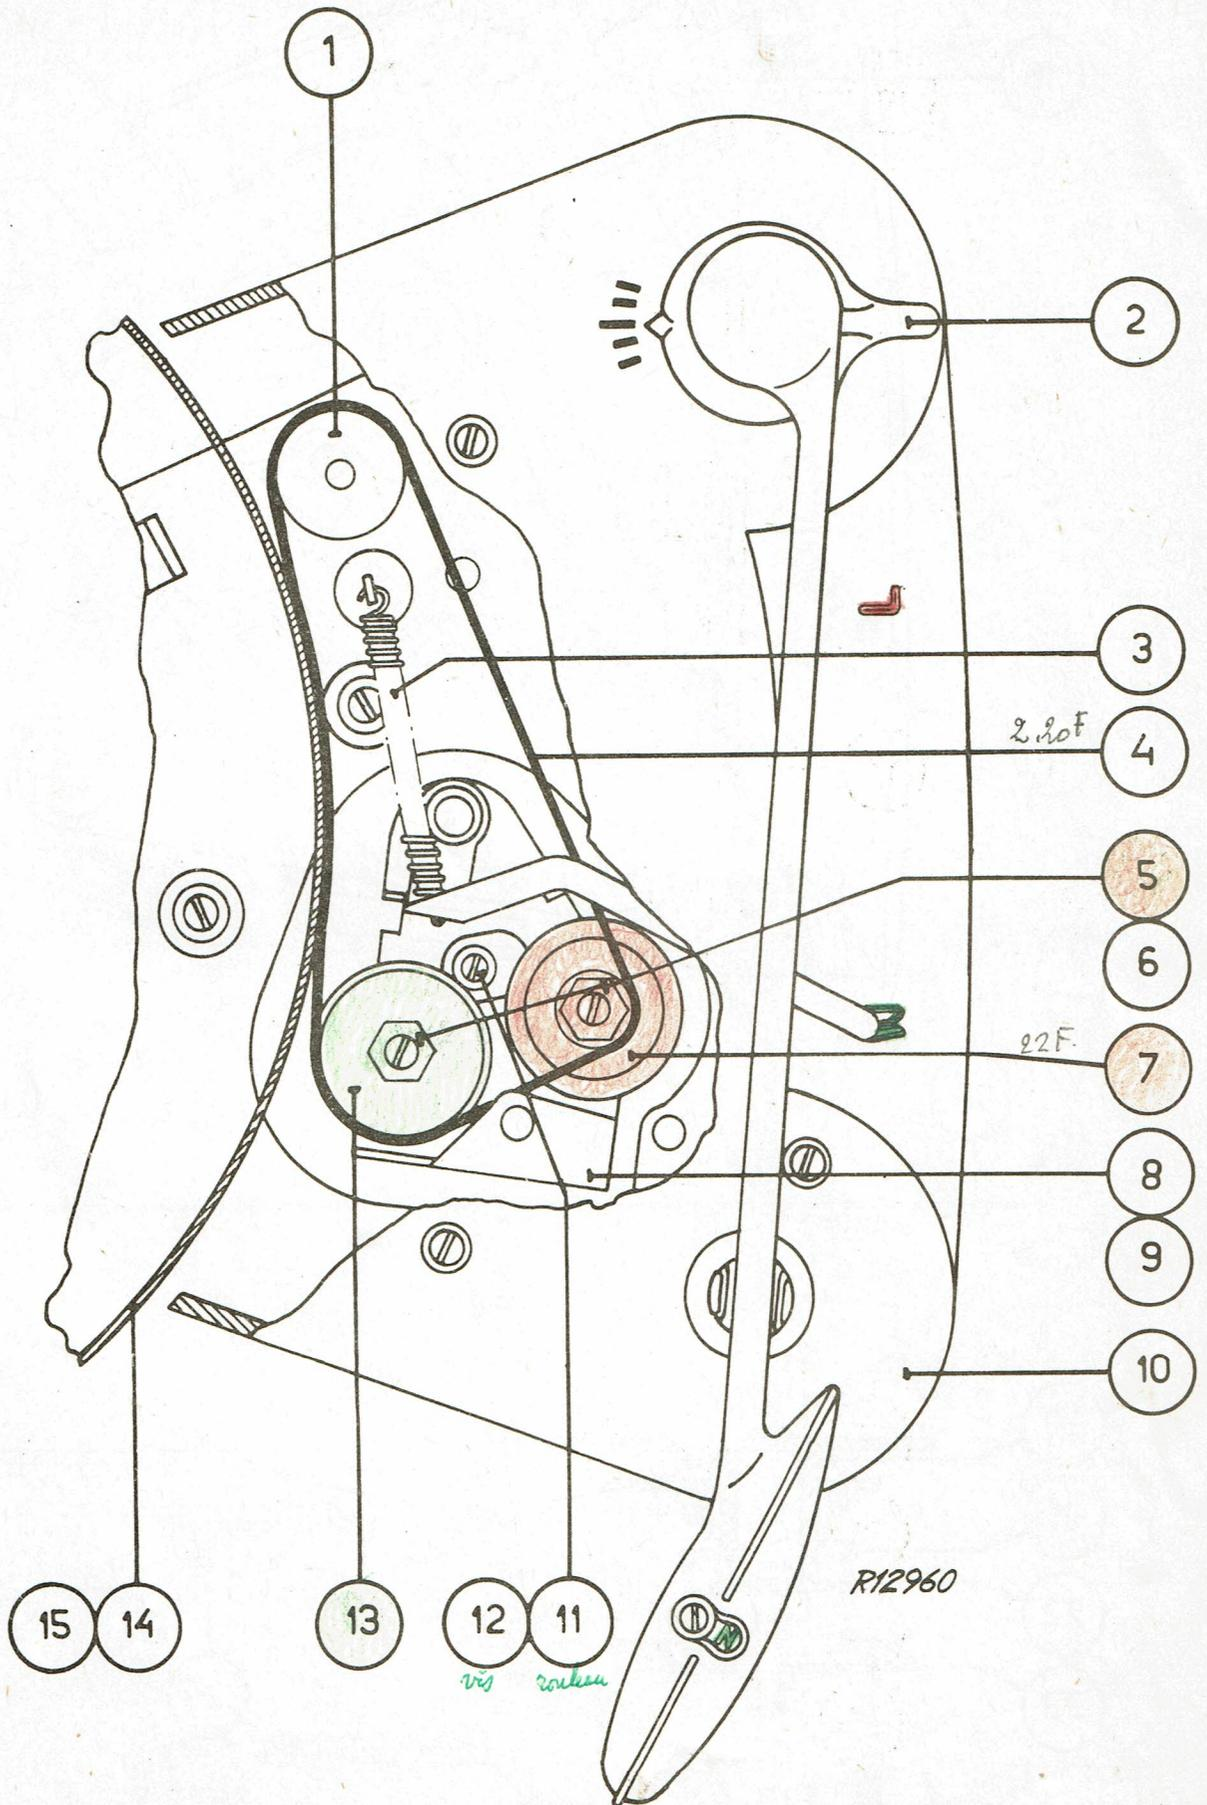

FIG. 1
Les roues d'entraînement et la poulie intermédiaire peuvent être retirés sans plus de l'axe. On peut retirer le rouleau conique de l'axe moteur après avoir enlevé ou dévissé la petite vis qui s'y trouve. (fig.1)
Lors du changement de vitesse de 33 1/3 à 78 tours/minute et inversement, il se peut que l'oeillet du ressort 49.935.42.1 (pos. 3, fig. 1) ne glisse pas dans les rainures du levier de vitesse et reste accroché (pos. 8 de la fig. 1 de la documentation Service), ce qui provoque un mauvais entraînement du tourne-disques.